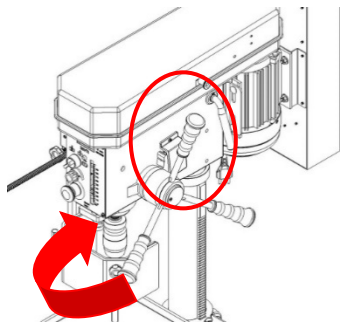

Figure 12
2. Ces machines ont une conception spéciale pour le taraudage et un dispositif de changement rapide. Si vous souhaitez que la broche tourne en sens inverse pendant le taraudage et retire la pointe du taraud, il vous suffit de tirer la poignée vers le haut (comme indiqué à la **figure 12**). Si vous souhaitez poursuivre l'opération, il vous suffit de pousser la poignée vers le bas. (comme indiqué sur la **figure 13**).